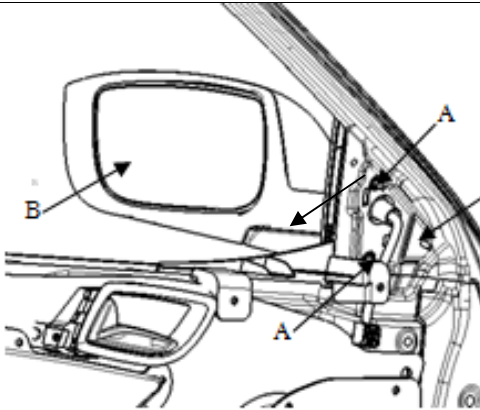

图 6-1-4
3. 如图 6-1-4，拆卸外后视镜的三个安装螺母 A，然后拆除外后视镜 B，以及外后视镜下面的座垫。